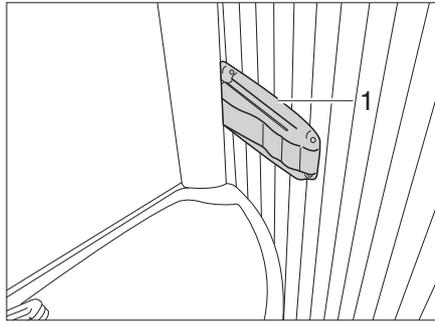

Bild 251 Vario-Toilette, Arretierung der Duschwand
- Arretierung (Bild 251,1) rechts am Waschbeckenrand eindrücken und am Waschbecken leicht ziehen. Das Waschbecken bewegt sich mit der Rückwand nach vorne.